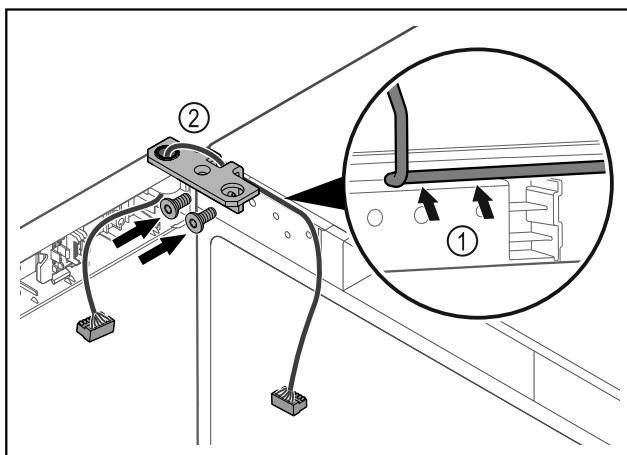

Fig. 46
- Проведите кабель через отверстие в шарнирном уголке и аккуратно уложите его Fig. 46 (1).
- Привинтите шарнирные уголки Fig. 46 (2).